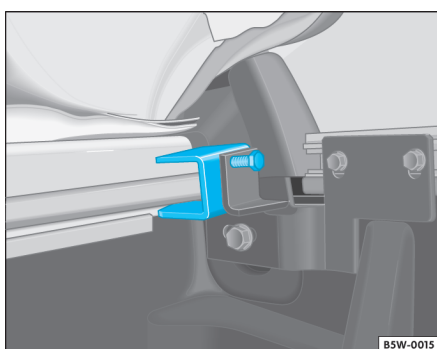

Fig. 78 Detalle de fijación del capó a la caja de carga
- Suelte los tornillos de fijación ⇒ fig. 78 para retirar completamente el conjunto. ◀